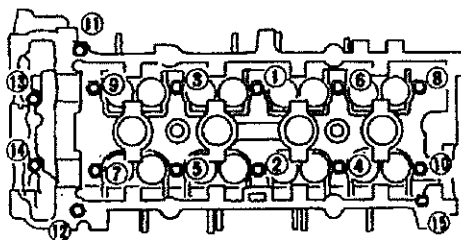

Bild. 70 Åtdragningsföljd
**OBS: FÖLJANDE BULTÅTDRAGNINGSSINSTRUKTIONER MÅSTE FÖLJAS EXAKT (se bild 70)**